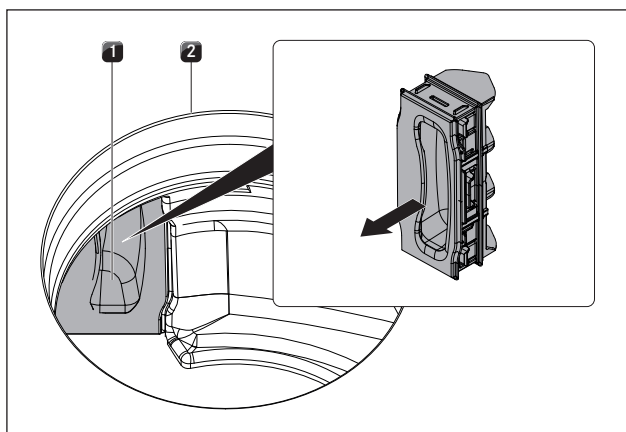

bild 8.5 Avlägsna filterbytesklaffen
- ▶ I inströmningsöppningen drar du filterbytesklaffen ut ur filterkåpens öppning (Ta bort filterbytesklaff se bild 8.5).